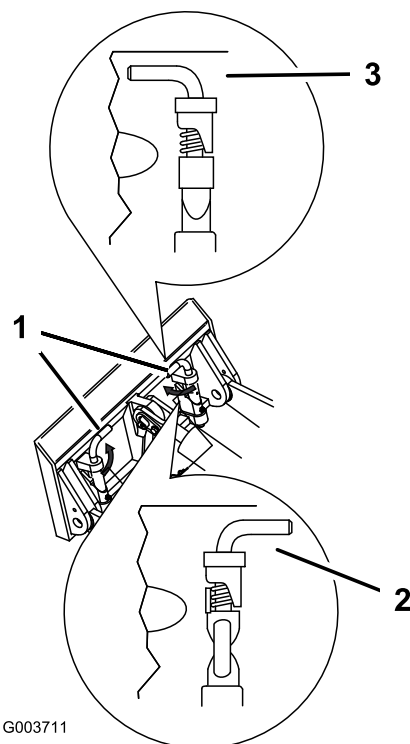

Figure 16
7. Engagez complètement les goupilles à fixation rapide dans la plaque de montage (Figure 16).